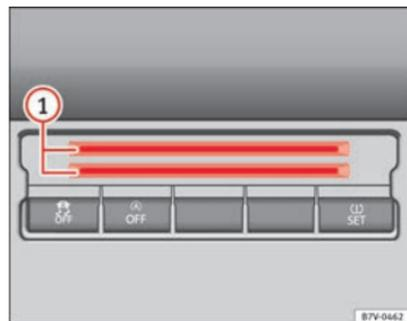

Abb. 108 In der unteren Mittelkonsole: Kartenhalter.
In der unteren Mittelkonsole können sich Kartenhalter → Abb. 108 ① zur Ablage von z. B. Münzen, Tankkarten, Parkscheinen oder Ähnlichem befinden.